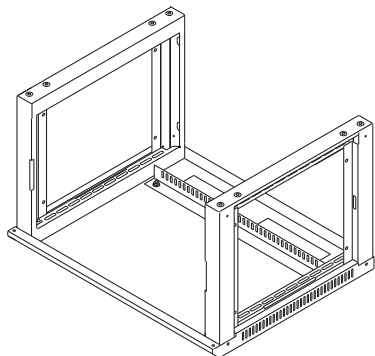
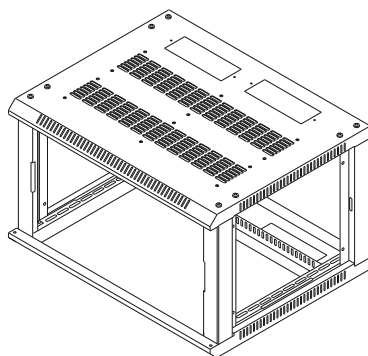

Рисунок 3
Рисунок 4
1.4 Поставьте собранный узел на дно (рисунок 3), установите на рамы крышу (рисунок 4) и закрепите восемь винтами М6×16.